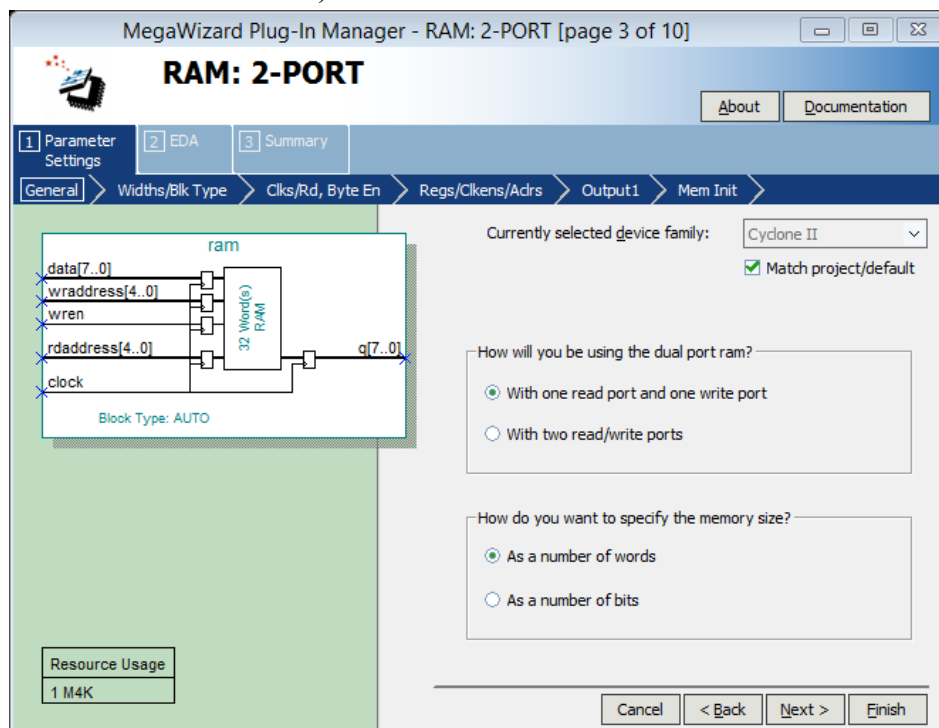

Рис. 18. Вікно вибору портів
2.2.3. На сторінці 3 оберіть **With one read port and one write port** (рис. 18), в розділі вказання способу використання двох портів пам'яті. Решту налаштувань залишаємо по замовчуванню (розмір пам'яті визначається кількістю слів). Натисніть **Next**.